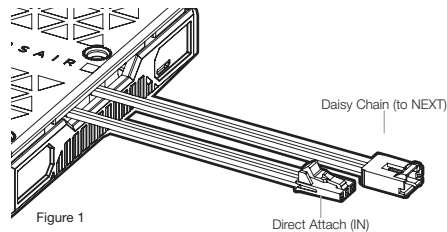

Figure 1
1. Identifiera rätt RGB-kontakt på vattenblocket (bild 1).
1. Определите правильный разъем RGB на блоке жидкостного охлаждения (Рис. 1).